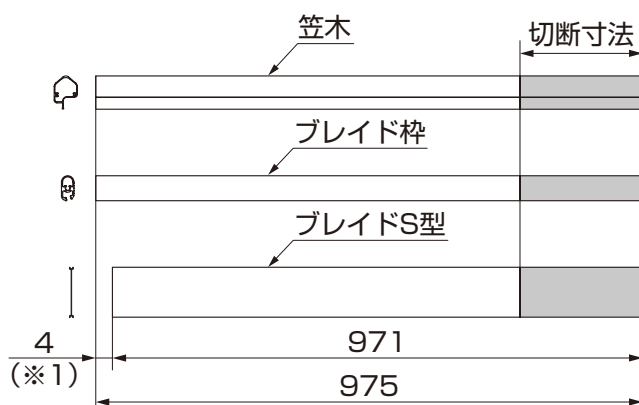
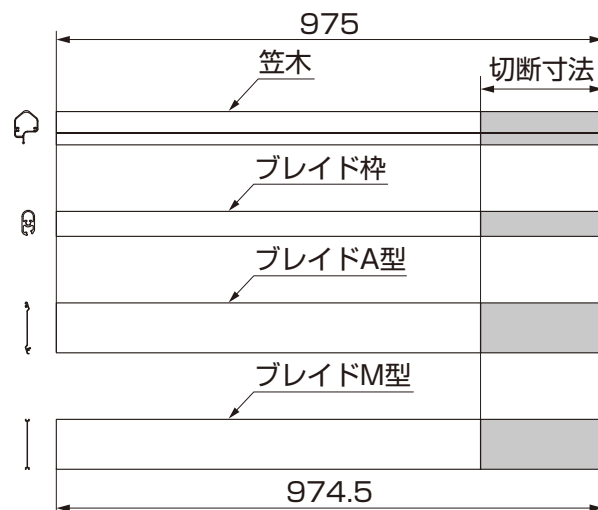

図1-3 S型の場合
図1-4 A型・M型の場合
②笠木・ブレード枠・ブレードを切断してください。(図1-3、図1-4参照)